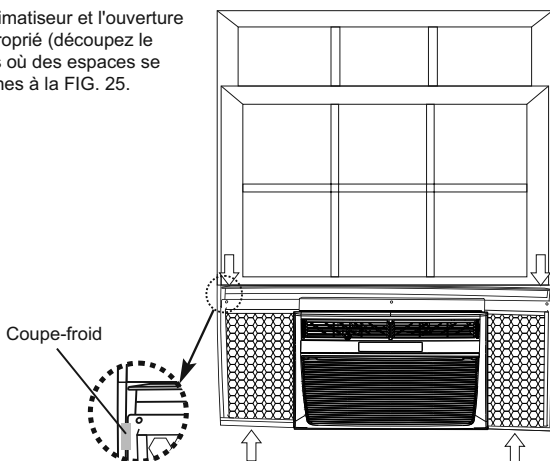

FIG. 25
- Afin de minimiser les fuites d'air entre le climatiseur et l'ouverture de la fenêtre, apposez un coupe-froid approprié (découpez le coupe-froid à la dimension désirée) au cas où des espaces se trouvent aux endroits indiqués par les flèches à la FIG. 25.